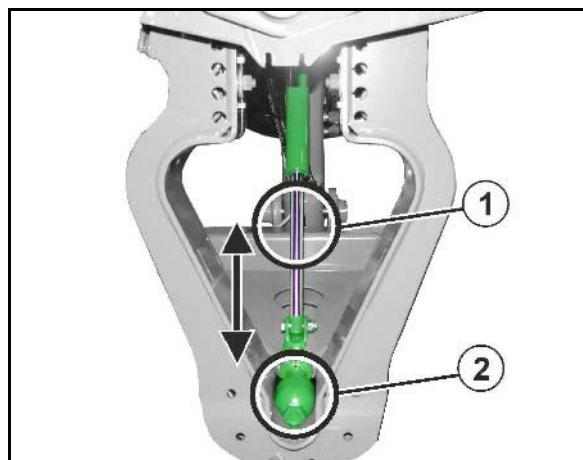

Рис. 95
Разблокировка компенсатора колебаний (Рис. 95/1):
- Компенсатор колебаний (Рис. 95/1) разблокирован, и разложенные штанги опрыскивателя могут свободно раскачиваться на кронштейне штанг. Для большей наглядности на этом рисунке защита компенсатора колебаний снята.
Блокировка компенсатора колебаний (Рис. 95/2):
- Компенсатор колебаний (Рис. 95/2) заблокирован, если на дисплее терминала управления отображается символ закрытого замка.